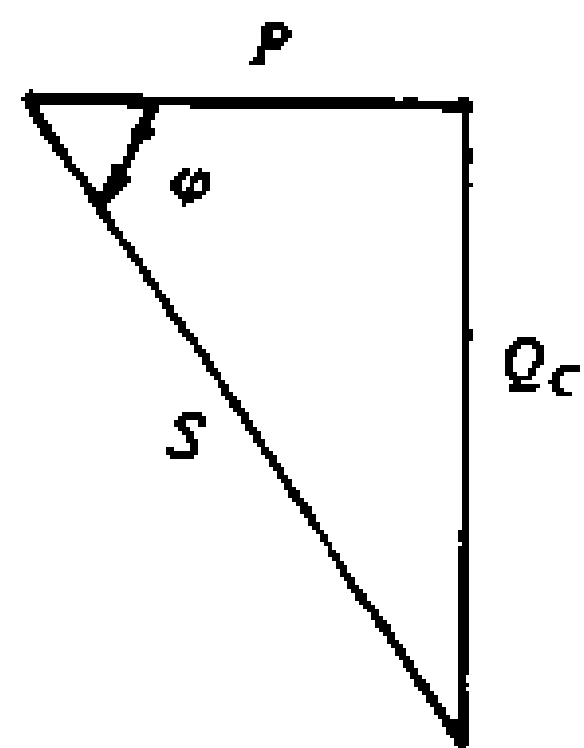

图 1—79
首先作出电流的向量  $\dot{I}$ ，并作为参考向量，然后作出向量  $\dot{U}_R$ （与  $\dot{I}$  同相）和向量  $\dot{U}_C$ （滞后  $\dot{I} 90^\circ$ ），则  $\dot{U}_R$  与  $\dot{U}_C$  的向量和就是总电压的向量  $\dot{U}$ 。它们的向量关系如图 1—78 (b) 所示。根据向量图，对电阻和电容串联的电路，可得如下结论：
应当注意的是，比较  $R$ 、 $C$  串联电路的电压三角形〔图 1—78 (b)〕和  $R$ 、 $L$  串联电路的电压三角形〔图 1—76 (b)〕可以发现，向量  $\dot{U}_C$  和  $\dot{U}_L$  的方向相反，表明容抗  $X_C$  和感抗  $X_L$  的性质相反，它们在电路中是互相抵消的。
③ 视在功率：将电压三角形的各边同乘以电流  $I$ ，能得到一个与电压三角形相似的功率三角形（图 1—79）。其斜边为视在功率  $S$ 。即
由图 1—79 与图 1—77 比较，可以看出  $Q_C$  和  $Q_L$  的方向相反，这表明当电感线圈吸收能量时，恰好是电容器放出能量；而当电感线圈放出能量时，又恰好是电容吸收能量。这一特点具有重要意义。